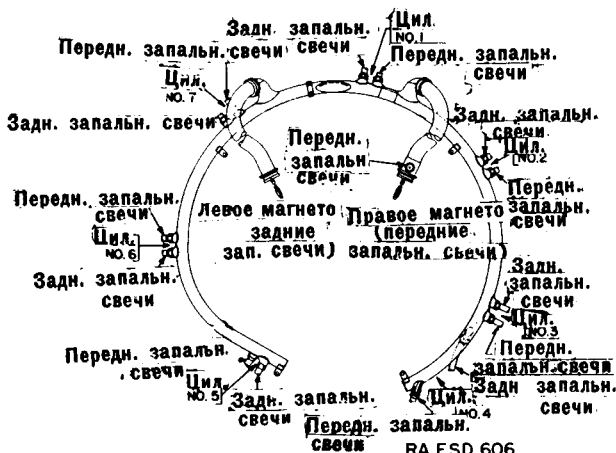

Рис. 13. Экранирующий коллектор для запальных свечей, марки "Бриз".
17. Радиозранирующий коллектор (рис. 13).